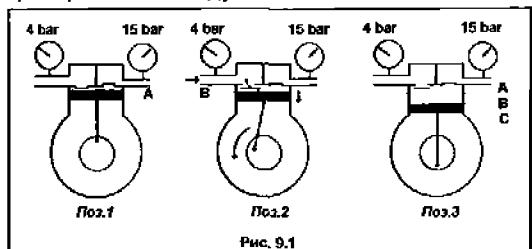

Рис. 9.1
Рассмотрим 3 позиции на рис.9.1, показывающие ход поршня холодильного компрессора при всасывании.
**Поз.6.** Поршень возвращается в верхнюю мертвую точку. **Вредное пространство цилиндра содержит точно такое же количество паров при давлении 15 бар, что и в поз. 1 на рис. 9.1.**